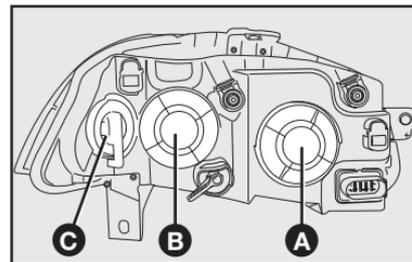

fig. 34
- 1) girar la tapa **A-fig. 34** (para sustituir la lámpara de luz baja) o la tapa **B-fig. 34** (para sustituir la lámpara de luz alta) en sentido antihorario y quitarla;
6) recolocar la tapa **A-fig. 36** o **B-fig. 34**, girándola en sentido horario.
2) girar la tapa **C-fig. 34** en sentido antihorario y quitarla;
4) sustituir la lámpara y recolocar la tapa **C-fig. 34**, girándola en sentido antihorario.
- 1) girar la tapa **B-fig. 34** en sentido antihorario y quitarla;
- 5) recolocar la tapa **B-fig. 34**, girándola en sentido antihorario.